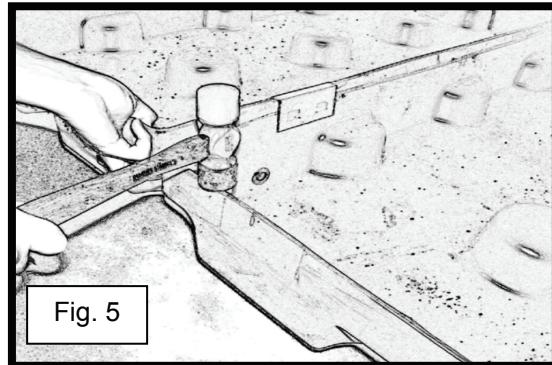

Fig. 5
- 1) Mentre si solleva leggermente dal suolo un bancale, dare dei leggeri colpetti sul bordo superiore dell'altro bancale fissato (vedere fig. 5).